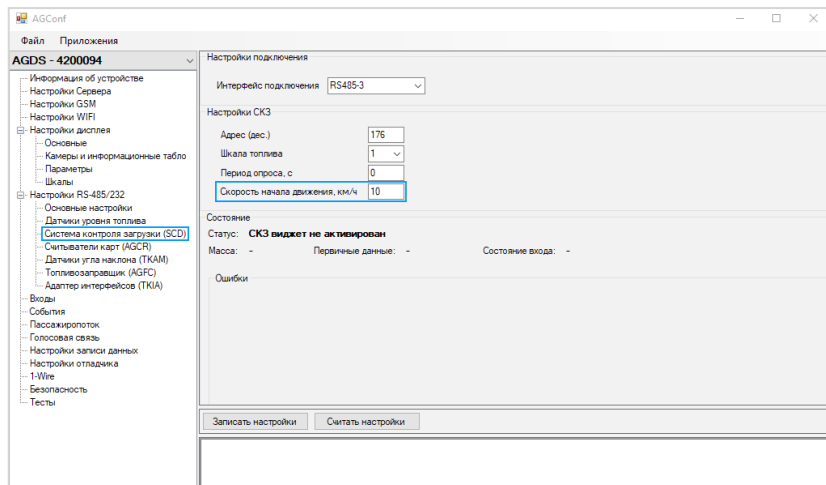

Рис.11. Порог скорости для сброса статуса.
- в поле «**Скорость начала движения, км/ч**» установить порог скорости движения, при превышении которого текущего текущий статус будет сброшен (опция «Разрешение опроса» должна быть включена), **Рис.11**.